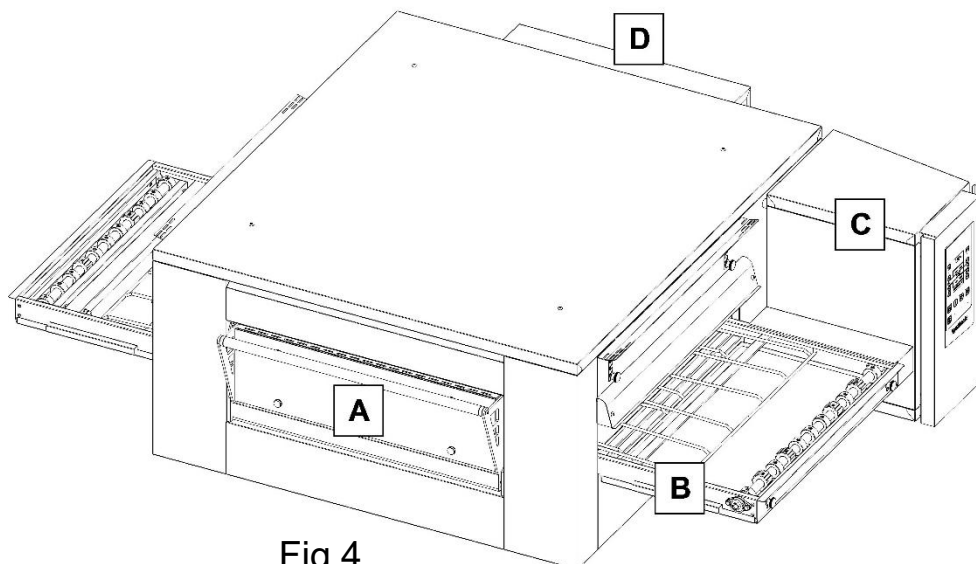

Fig.4
Wenn der Ofen mit einer Klappe ausgestattet ist (Abb.4 Bereich A), ist zu prüfen, ob sie gut schließt und funktioniert.
Die Spannung des Gitters (Abb.4 Bereich B), der Verschleiß und die korrekte Ausrichtung kontrollieren und ggf. mit der Gitterspannvorrichtung am Ofeneingang nachstellen.
Im Schaltkasten (Abb.4 Bereich C), wo die elektrischen Bauteile untergebracht sind, können sich Staub, Mehl und Schmutz ansammeln. Aus diesem Grund sollte er regelmäßig kontrolliert und mit einem Staubsauger
- im Gebläsebereich des Motors (Abb.4 Bereich D) Kontrolle und Reinigung der Motoren.